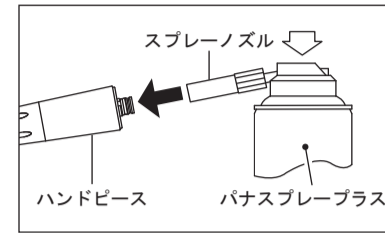

図8
- 3) スプレーノズルをハンドピース後部へ挿し込み、ハンドピースを押さえて、ハンドピース先端よりオイルが出るまで2~3秒スプレーします。注油は先端から異物等の汚れが出なくなるまで繰り返します。(図8)